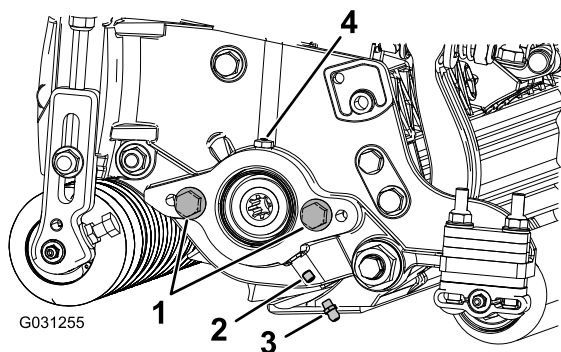

図 4
ねじは廃棄する 図4。
2. グリスフィッティングストレートを取り付ける 図 4。
2. リールモータのサイドプレートにキャップスクリューが付いていない場合は取り付ける 図 4。
5. サイドプレートからグリスを注入する。グリスベントからグリスが漏れてくるまで入れること 図 4。